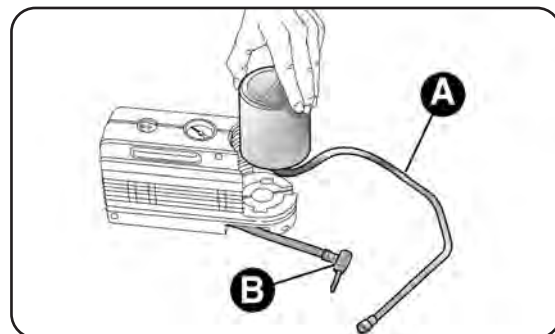

fig. 129
- disinserisci l'innesto A-fig. 129 e scollega il tubo B;